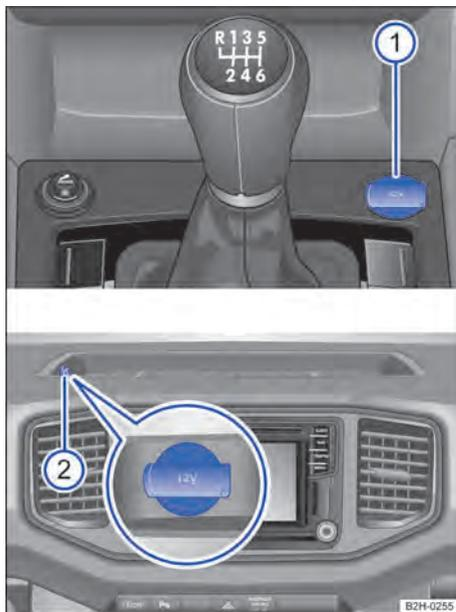

Fig. 117 Tomada 12 V na frente.
- No console central dianteiro → Fig. 117 ①.
- No porta-objetos no painel de instrumentos → Fig. 117 ②.